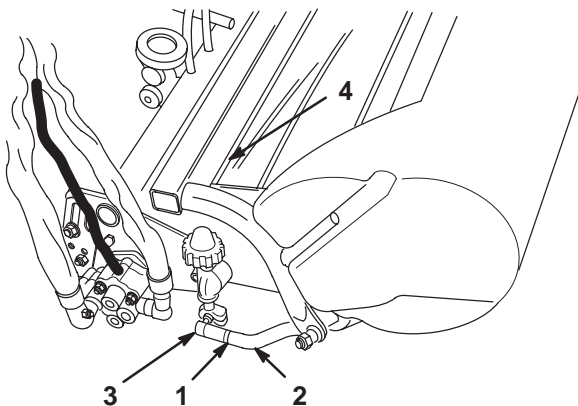

Bild 11
6. Befestigen Sie die Körbe an den Zugstellen, lockern Sie die Klemmutter an den Zugarmen und stellen Sie die Kugelsechskante so ein, dass ein Spiel von 6,4 bis 12,7 mm zwischen der Korbklappe und den Spindelmessern besteht (Bild 11).
7. Richten Sie die Innensechskante der Kugelgelenke so aus, dass die offene Seite des Sechskants in Richtung Kugelbolzen zentriert ist. Ziehen Sie die Klemmmutter fest, um die Innensechskante in ihrer Stellung zu arretieren (Bild 11).